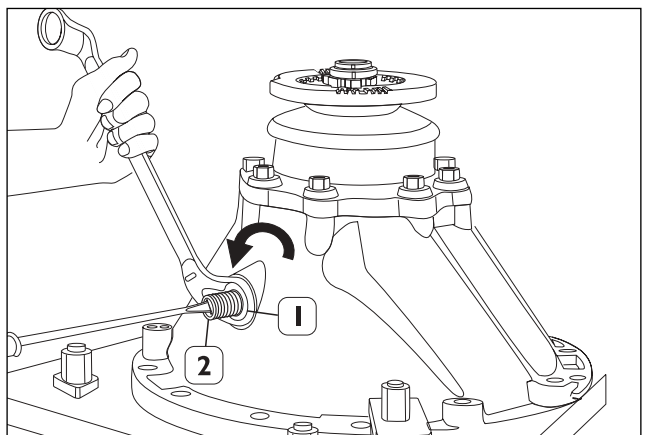

Fig. 11
aflojar la tuerca de bloqueo (1) mediante **Herramienta CT09** y desenroscar el tornillo de reacción (2). (Fig. 11)